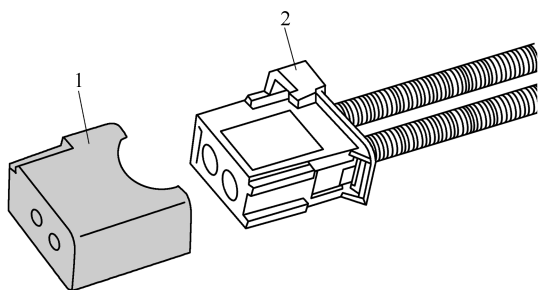

图 10-3-10 把保护套 1 插到光学 MOST 总线插接器 2 上
(2) 拆下杂物箱，断开带 CD 光盘驱动器的导航系统控制单元 J401 上的光学 MOST 总线的插接器连接；如图 10-3-10 所示，把保护套 1 插到光学 MOST 总线插接器 2 上，断开前部信息显示和操作单元的控制单元 J523 上的所有其他插接器连接。